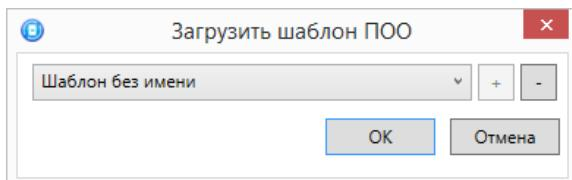

Рисунок 4.41 — Окно Загрузить шаблон ПОО
- Загрузить шаблон настроек:* открытие окна *Загрузить шаблон ПОО* (см. рисунок 4.41), с помощью которого может быть сконфигурирован контроллер по предварительно созданному шаблону. Для того чтобы применить шаблон, выберите его в списке и нажмите кнопку *OK*. Для того чтобы удалить один из сохраненных шаблонов, выберите его в списке и нажмите кнопку .